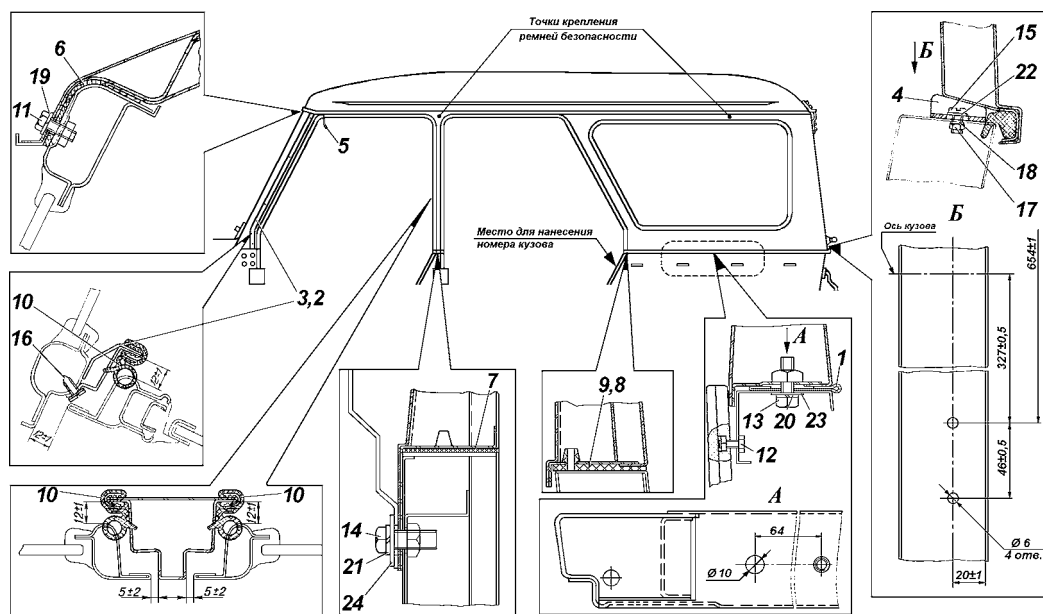

Рис. 15.15. Места крепления крыши на кузове:
6. Разметьте и просверлите отверстия диаметром 10 мм с обеих сторон кузова, как показано на рис. 15.15.
7. Разметьте и просверлите четыре отверстия диаметром 6 мм на заднем борту кузова, установите и закрепите направляющие шипы 4, как показано на рис. 15.15.
13. Установите крышу, совместив отверстия в крыше с отверстиями в ветровой раме и боковинах кузова. Закрепите крышу болтами, как показано на рис. 15.15. Предпочтительно крепление начинать с передней части крыши.